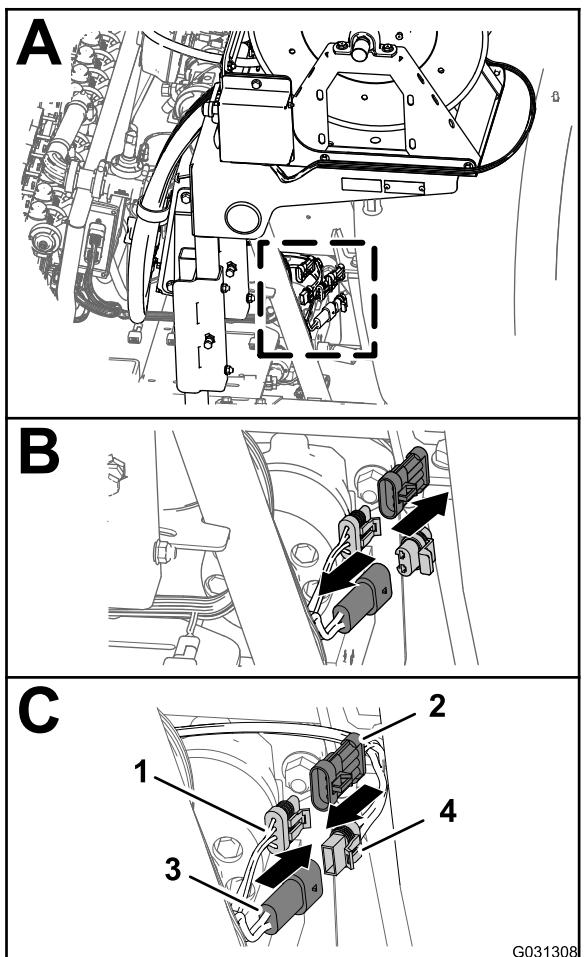

図 145
- 機体後部で、液剤タンクの後部にある電動ホースリールキットのワイヤハーネスを探し出す図145のA。
- ホースリールの電源用の後メインハーネスの2ピンコネクタについているプラグを外す図145のB。
- 電動ホースリール用ハーネスの2ソケットコネクタを、後メインハーネスの2ピンコネクタに接続する図145のC。
- スプレー用ハーネスインターボネクタ用の後メインハーネスの3ソケットピンコネクタについているキャップを外す図145のB。
- 電動ホースリール用ハーネスの3ピンコネクタを、後メインハーネスの3ピンソケットに接続する図145のC。